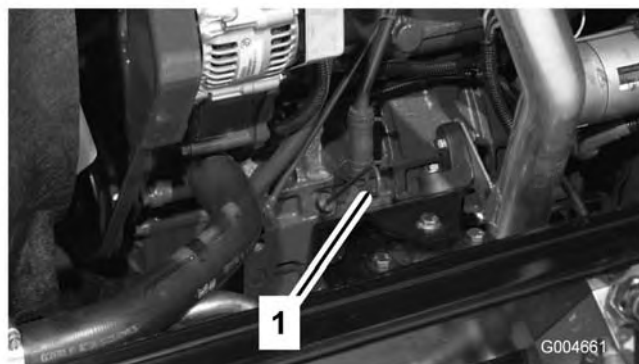

Figura 5
3. Togliete l'asta di livello, pulitela strofinandola, rimettetela nel tubo ed estraetela di nuovo. Il livello dell'olio deve raggiungere la tacca di pieno (FULL) (Figura 5).